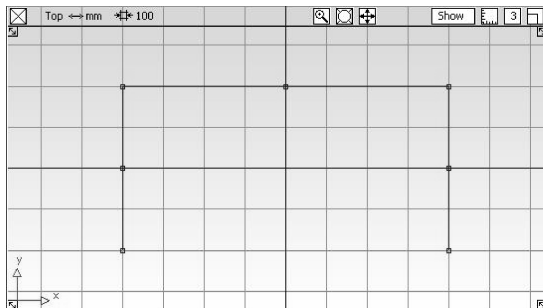

图 3-41 创建另外两条直线
- 06 继续使用【Line】(直线)工具, 捕捉刚创建曲线的关键点, 创建两条直线, 如图 3-41 所示。